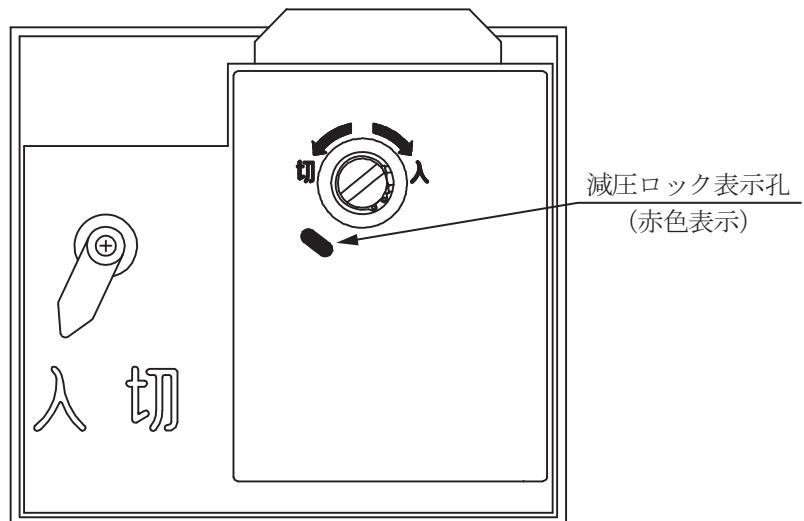

図 1
- ①扉鍵×1
- ②開閉器操作ハンドル(着脱式)×1
- ③圧縮端子×6
- ④端子カバー×6
- ⑤グリス×1
- ⑥スペーサ(ライナ)×5
- ① 減圧ロック装置は、封入ガス圧力が 10 ~ 15 kPa・G 以下に低下すれば動作します。
- ② 減圧ロックすれば、図 1 のように減圧ロック表示（赤色）が出て、ハンドルでの「入」「切」操作ができなくなるため、開閉器の開閉状態は減圧ロック装置動作時点のまま維持します。
- ③ 制御装置は開閉器より減圧ロックの信号を受け、トリップコイル（TC）の回路を断路します。